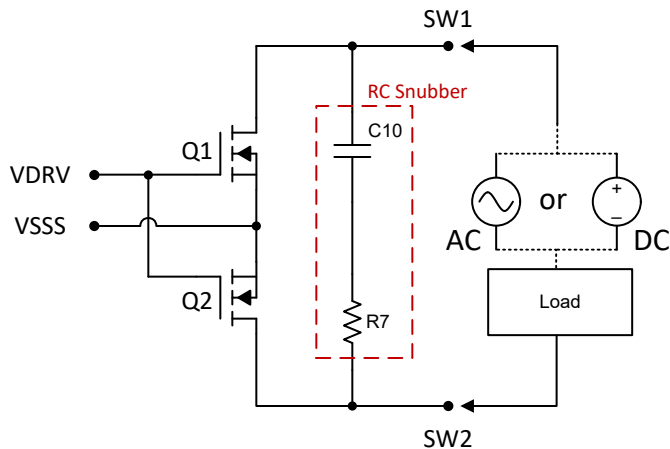

图 4-1. 交流/直流负载
- a. 图 4-1 显示了使用两个背对背公共源 MOSFET 的应用。通过在 SW1 和 SW2 端子之间连接负载，用户可以为 EVM 加载交流或直流负载。通过使用两个背对背 FET，体二极管能够切断正电压和负电压。此外，可以通过添加 RC 缓冲器在出现高电感负载时抑制开关振荡。